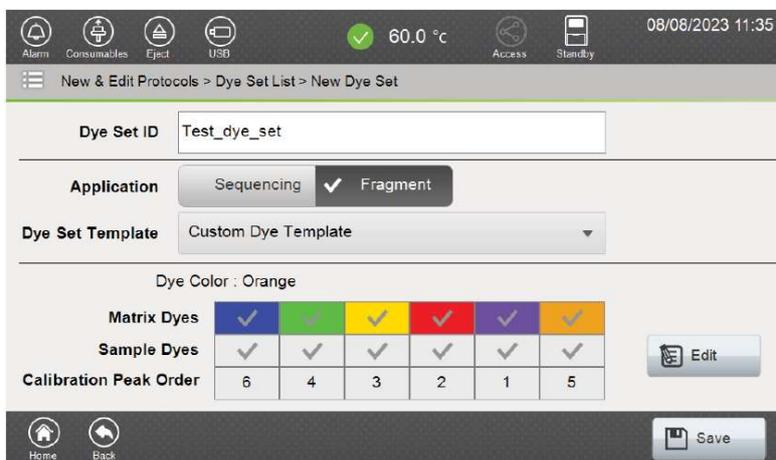

図 149 New Dye Set にカスタムダイセットを保存する画面
- 新しい色素セット画面に、カスタム色素セットの必要な情報が正しく反映されていることを確認してください（図 149）。その後、**Save** を選択します。